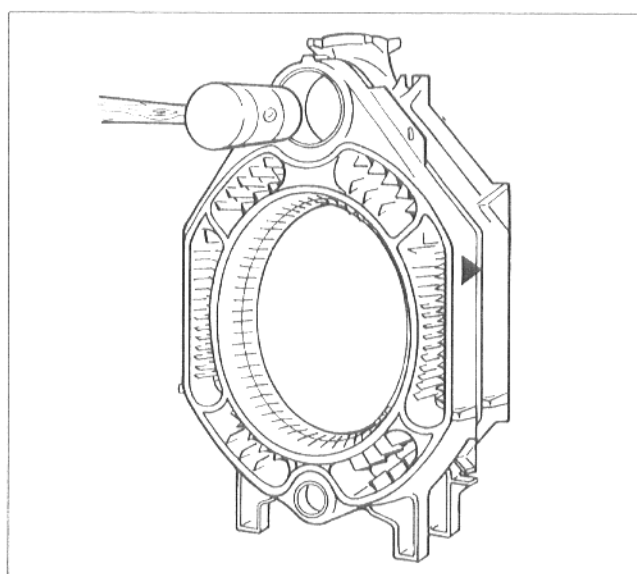

Fig. 12
- Første midtelement settes inn på øvre og nedre nippel på bakelementet. Første midtelement slås inn på bakelementet med en tre- eller gummihammer (Fig 12).